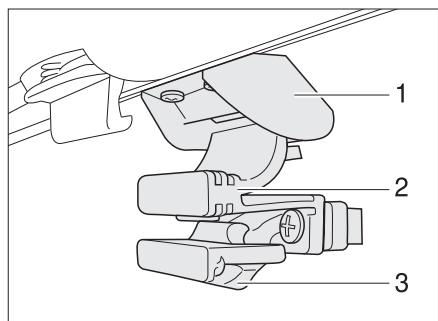

Fig. 53 Ventana en la puerta de entrada
- Empujar el seguro (Fig. 53,3) hacia abajo.
- Apretar tirador (Fig. 53,2) y empujar la ventana hacia abajo.
- Empujar la ventana hacia abajo, hasta que el tirador (Fig. 53,2) engatille en el bloqueo (Fig. 53,1).